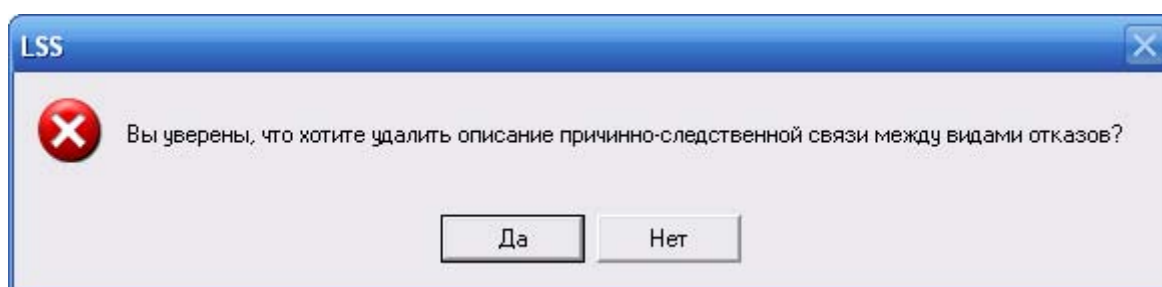

Рис. 5-29
4. В появившемся окне подтвердите удаление причинно-следственной связи (рис. 5-29).